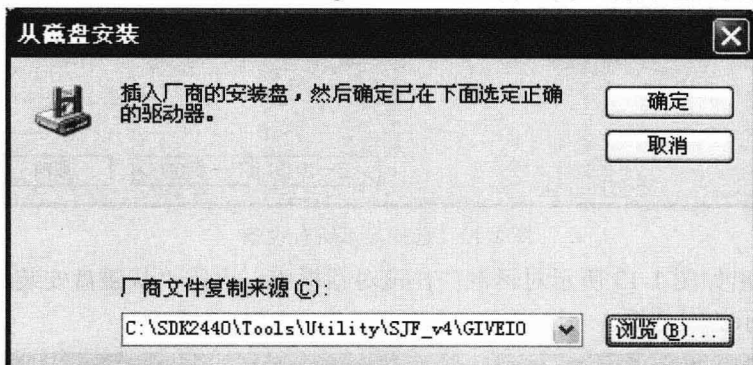

图 1-15 选择驱动文件
- ⑩ 点击“浏览”按钮，然后找到“giveio.inf”文件，并且打开它，如图 1-15 所示。